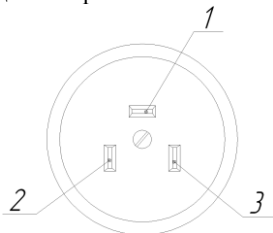

Рис. 1. Подключение розетки
3) Установите штепсельную розетку, входящую в комплект плиты в легкодоступное место, соблюдая полярность в соответствии с Рис. 1.